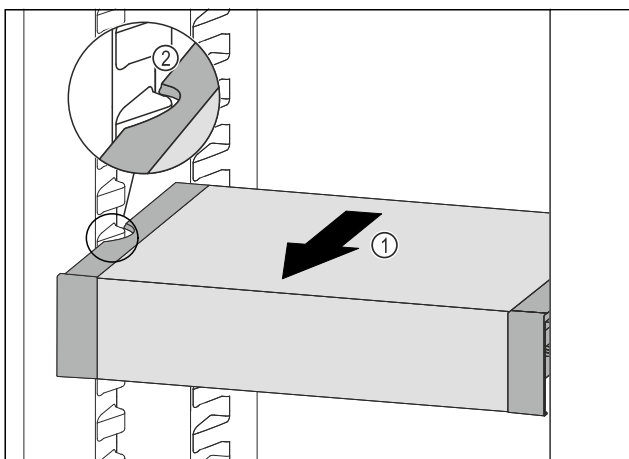

Fig. 146
- ▶ Вытягивайте VarioSafe вперед Fig. 146 (1), пока боковые выемки VarioSafe не окажутся на высоте выступа резервуара в холодильном отделении. Fig. 146 (2)